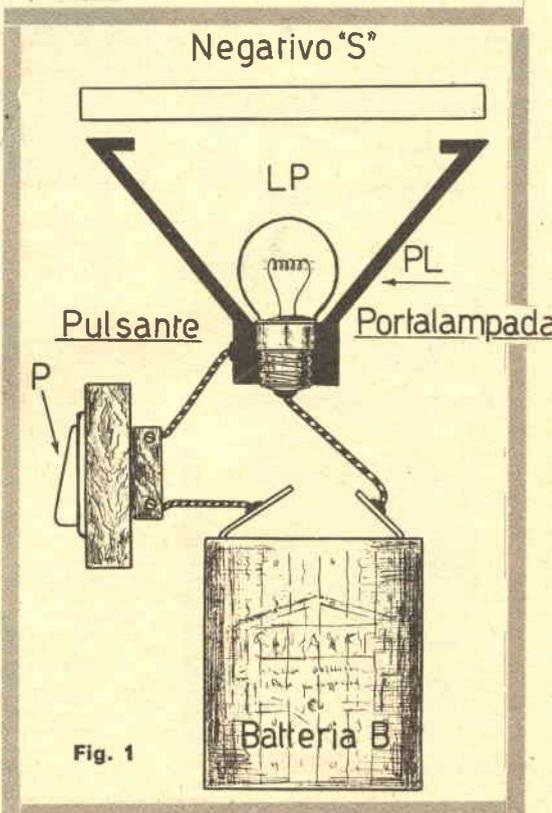

Fig. 1
La figura 4 riporta lo schema costruttivo di un « Graphonlux » realizzato aggiungendo il portanegativo ora esaminato (C) ad una batteria schiacciata (BS). Lo stesso interruttore P della batteria sostituisce il pulsante delle figure 1 e 5: il complesso risulta molto solido ed efficiente. In questa versione bisognerà fare attenzione ai seguenti punti:
- 2°) I due corpi (portanegativo e batteria) debbono essere saldamente uniti tra loro mediante nastro di materiale opaco, preferibilmente nero (MO).